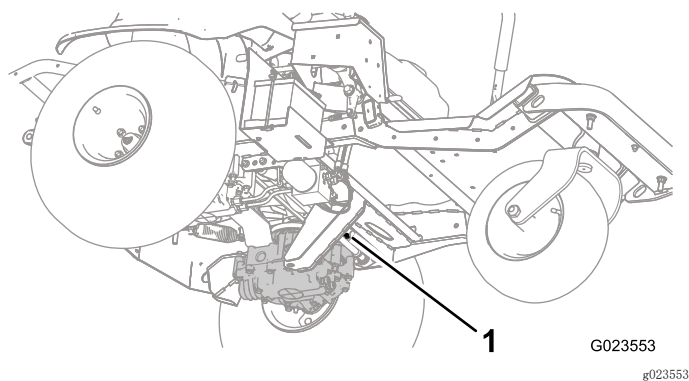
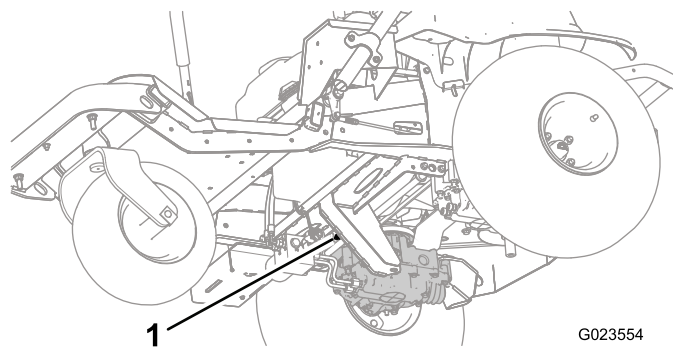
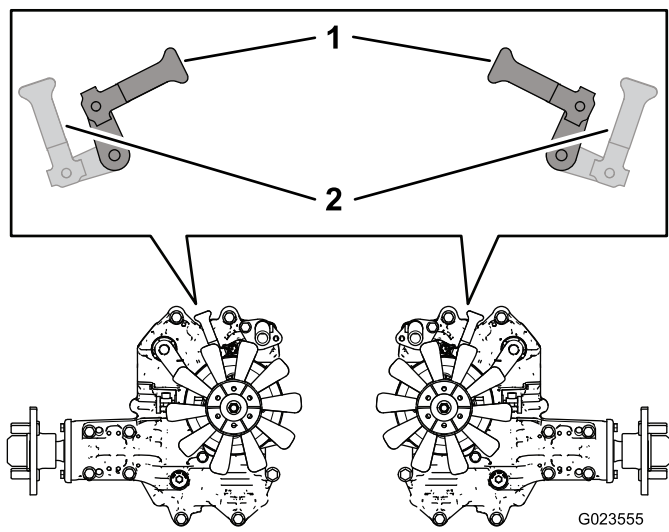

图27
图28
图29
2. 从机器下方旋转旁通阀控制杆（图27和图28），让它们朝内指向机器中心（图29），并分离手刹；请参阅使用手刹（页码20）。
3. 当您完成推动或拖曳机器时，旋转旁通阀控制杆，让它们指向机器前方，令机器可以驾驶（图29）。